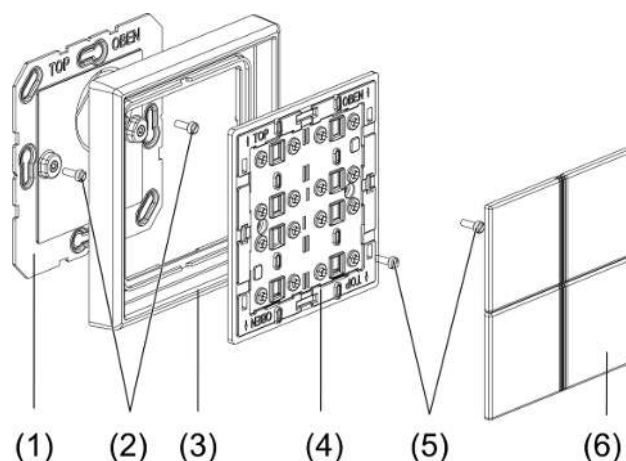

рисунок 1: Радиомодуль датчиков касания, 4-местный
- Приклейте или привинтите несущую панель (1) к ровной поверхности основания. Маркировка **TOP/OBEN** должна располагаться сверху.
- Вставьте декоративную рамку (3) в несущую панель.
- Привинтите к несущей панели модуль настенного передатчика (4).
- Защелкните крышки (6) (рисунок 1).
- Осторожно снять кнопки (6) с датчика касания (рисунок 1).
- Отвинтить с несущей панели (1) датчик касания.